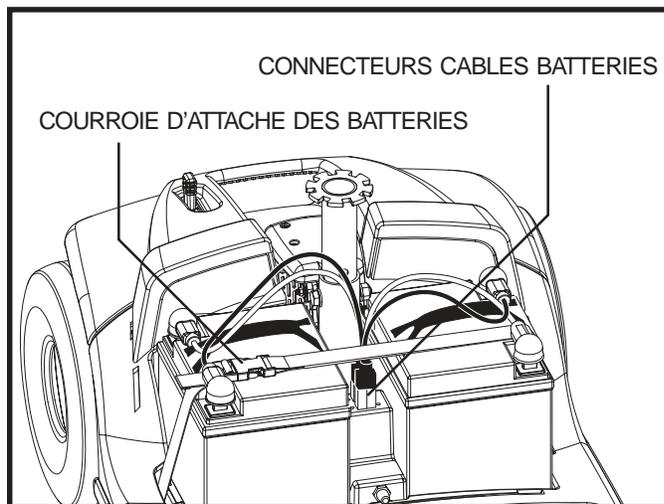

Figure 21. Connexions des batteries
4. Débranchez les deux batteries en tirant sur les connecteurs à la verticale. **Voir la figure 21.**
2. Branchez les câbles sur les deux batteries. Voir la figure 21.